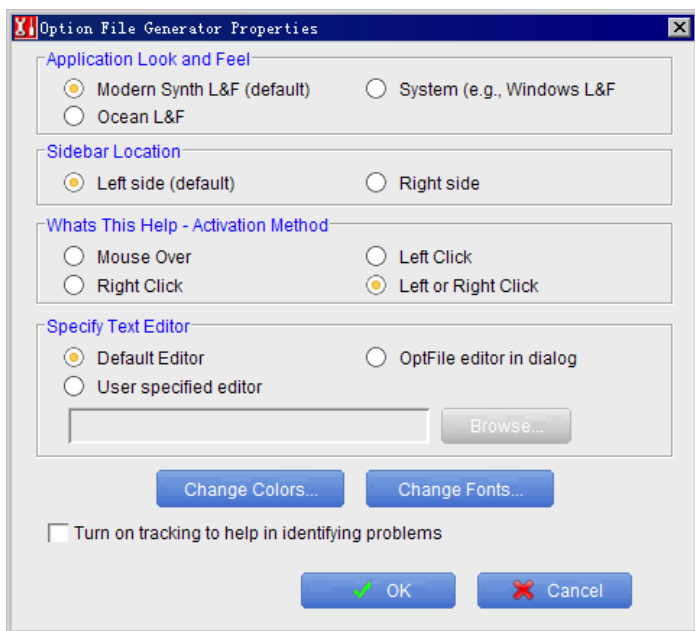
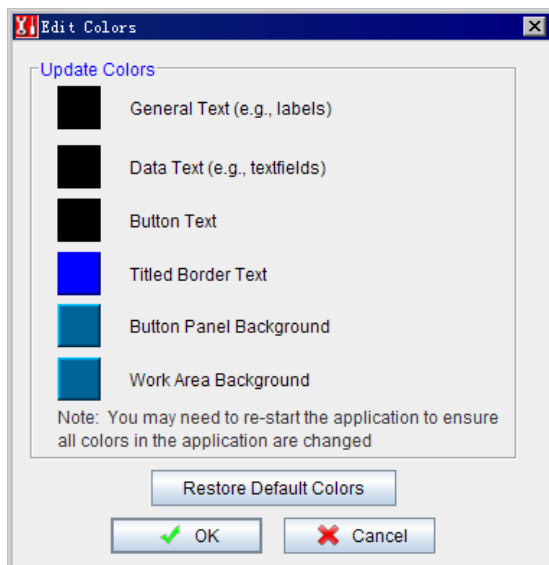

图 9.2.4 “Option File Generator Properties”对话框
图 9.2.5 “Edit Colors”对话框（一）
- ☑  **Displays a properties dialog** : 选择此项后, 系统会弹出图 9.2.4 所示的对话框。在该对话框中可以设定后置处理对话框的相关属性。
- ☑ **Change Colors** : 用于改变对话框显示的颜色。注意, 只有在图 9.2.4 所示的对话框中选中  **System (e.g., Windows L&F)** 或  **Ocean L&F** 单选项后, 才能设定颜色。此时选择此项后, 弹出图 9.2.5 所示的“Edit Colors”对话框(一), 通过